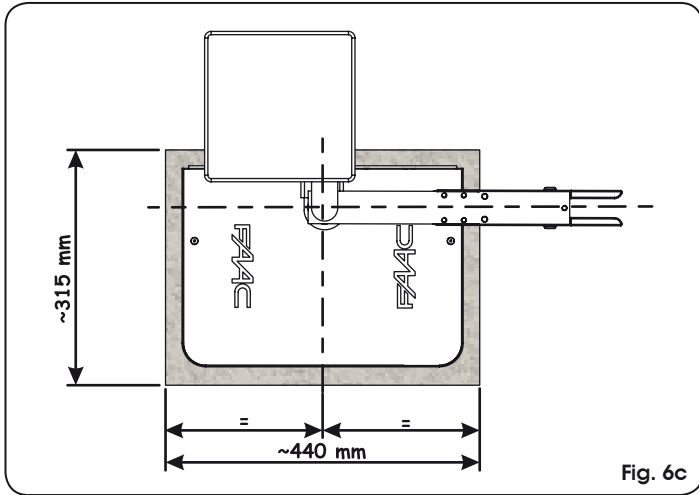

Fig. 6c
*El uso de la placa de engranajes para apertura a 180° permite tabicar la caja portante en cualquier posición. La alineación del perno presente en la caja con el eje de rotación de la hoja debe respetarse siempre (Fig. 6c).*